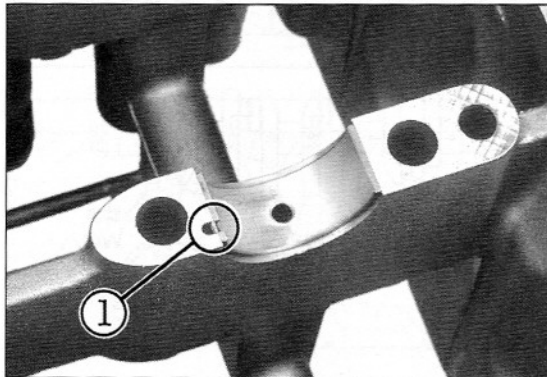

Bild 256
- Falls Pleuel-Lagerschalen ausgebaut, Schalen so einsetzen, dass Nasen in Nute eingreifen (wie Kurbelwellenlagerschalen – Bild 256).
-  Nasen müssen in Nut der Lagerbohrungen greifen (Bild 256).